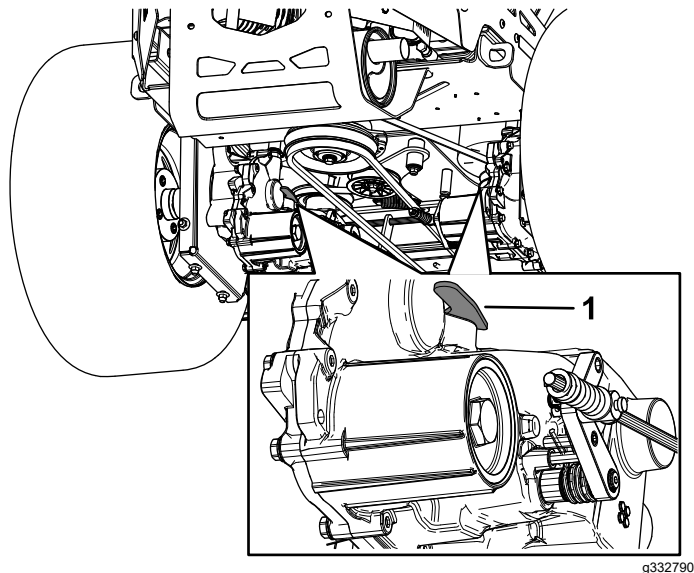

Figura 39
3. Para empujar la máquina, mueva ambas palancas de desvío hacia adelante y bloquéelas en esa posición (Figura 39).
5. Para conducir la máquina, mueva las palancas de desvío hacia atrás y bloquéelas en esa posición (Figura 39).